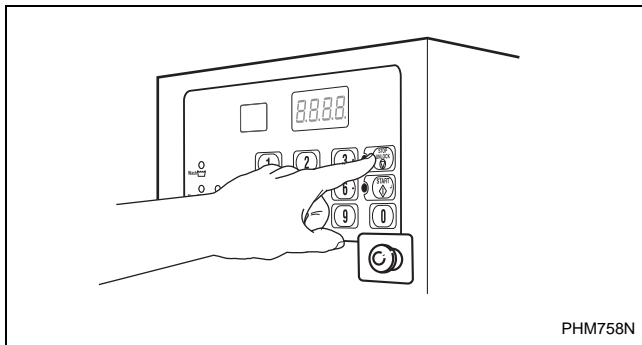

Figura 16
2. Presione el botón STOP/UNLOCK (parar/desbloquear) ubicado en el control. Consulte la *Figura 16*.